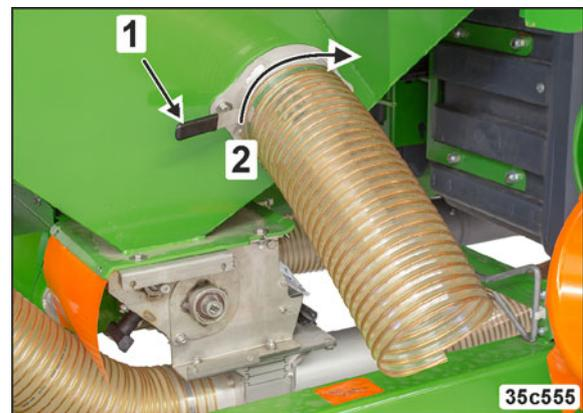

Fig. 262
1. Den Schieber entriegeln (Fig. 262/1) und öffnen (Fig. 262/2). Den Behälterinhalt in die Abdrehwanne oder einen geeigneten Behälter entleeren.